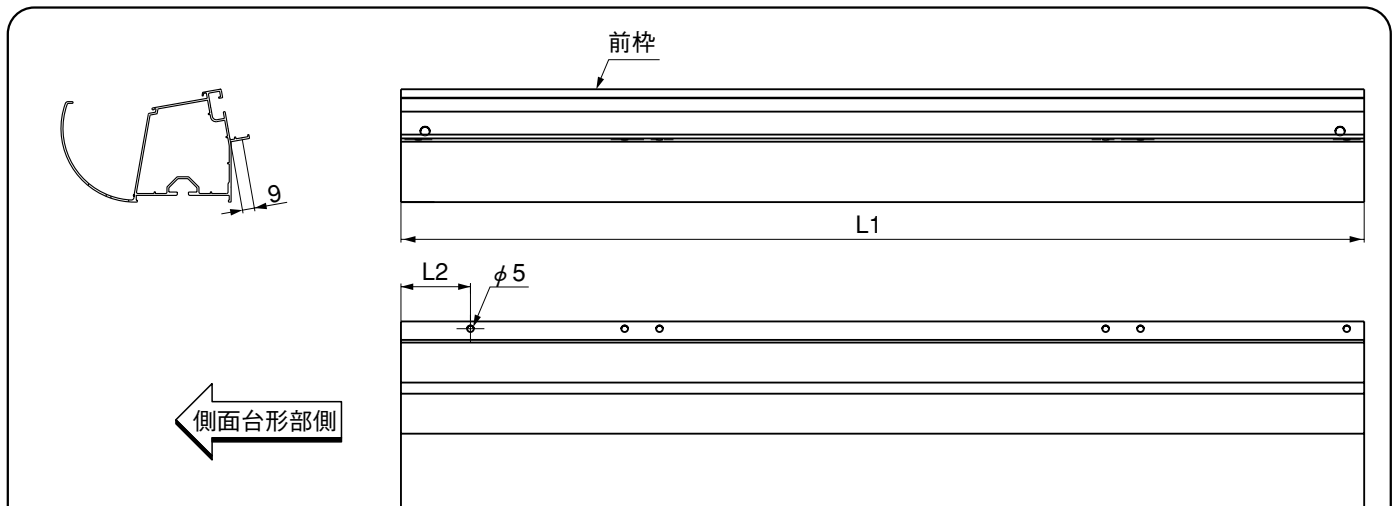

図3-1 前枠加工図
- 図3-1にしたがって、前枠を切断してください。
- 表3-2と、図3-1にしたがって、前枠に $\phi 5$ の穴をあけてください。